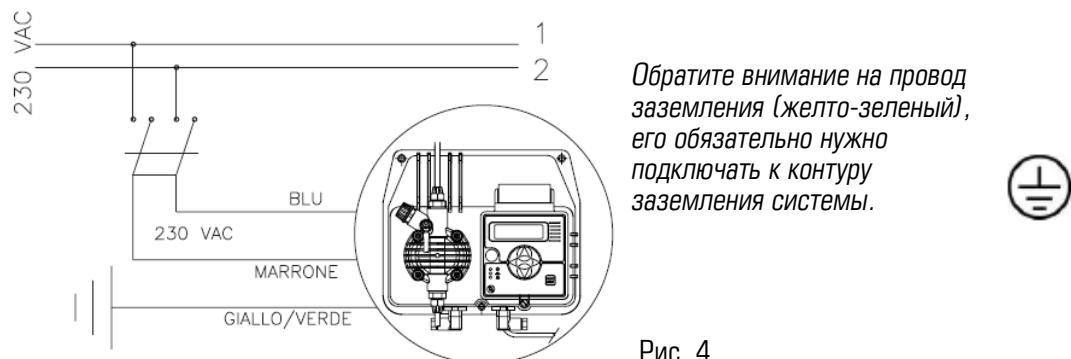

Рис. 4
-  1. Отсоединить вилку кабеля электропитания от сетевой розетки 220V или отключить питание двухполюсным выключателем с минимальным расстоянием между контактами 3 мм (Рис. 4)
1. Отсоединить пины от сетевой розетки или отключить питание двухполюсным выключателем с минимальным расстоянием между контактами 3 мм (Рис. 4)
- b.** – Перед началом установки ознакомьтесь с правилами электрических подключений в вашем регионе. (Рис. 4)